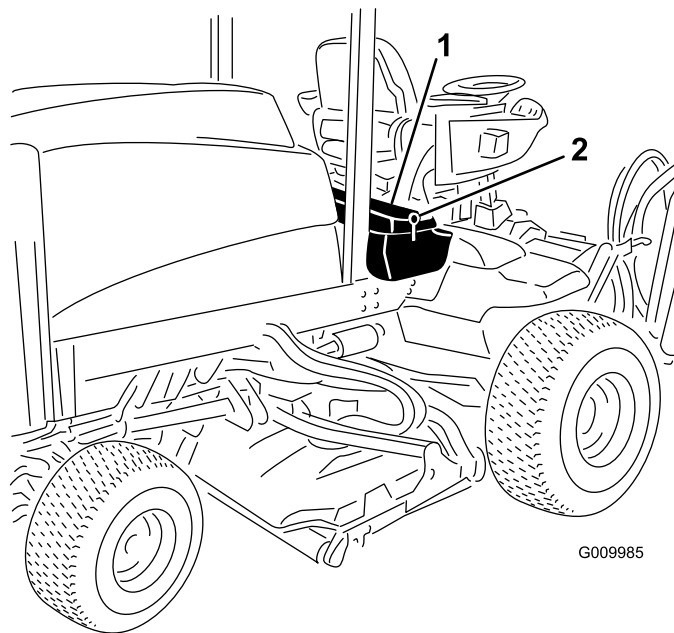
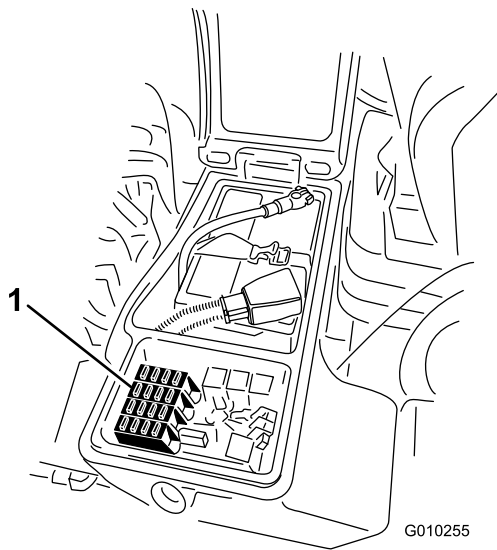

Figure 61
Figure 62
1. Ouvrez le verrou du couvercle du bac de rangement droit et soulevez le couvercle (Figure 61).
1. Ouvrez le verrou du couvercle du bac de rangement droit et soulevez le couvercle (Figure 61) pour exposer le porte-fusibles (Figure 62).
2. Remplacez le(s) fusible(s) dans les emplacements libres selon les besoins (Figure 62).
3. Refermez le couvercle du bac de rangement droit et fixez-le avec le verrou (Figure 61).